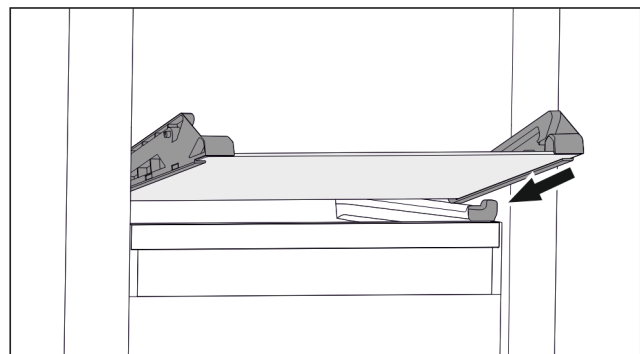

Fig. 109 Glasplatte des abklippbaren Schubfachs
- ▶ Glasplatte schräg hinter den Stoppere aufsetzen. (zie Fig. 109)